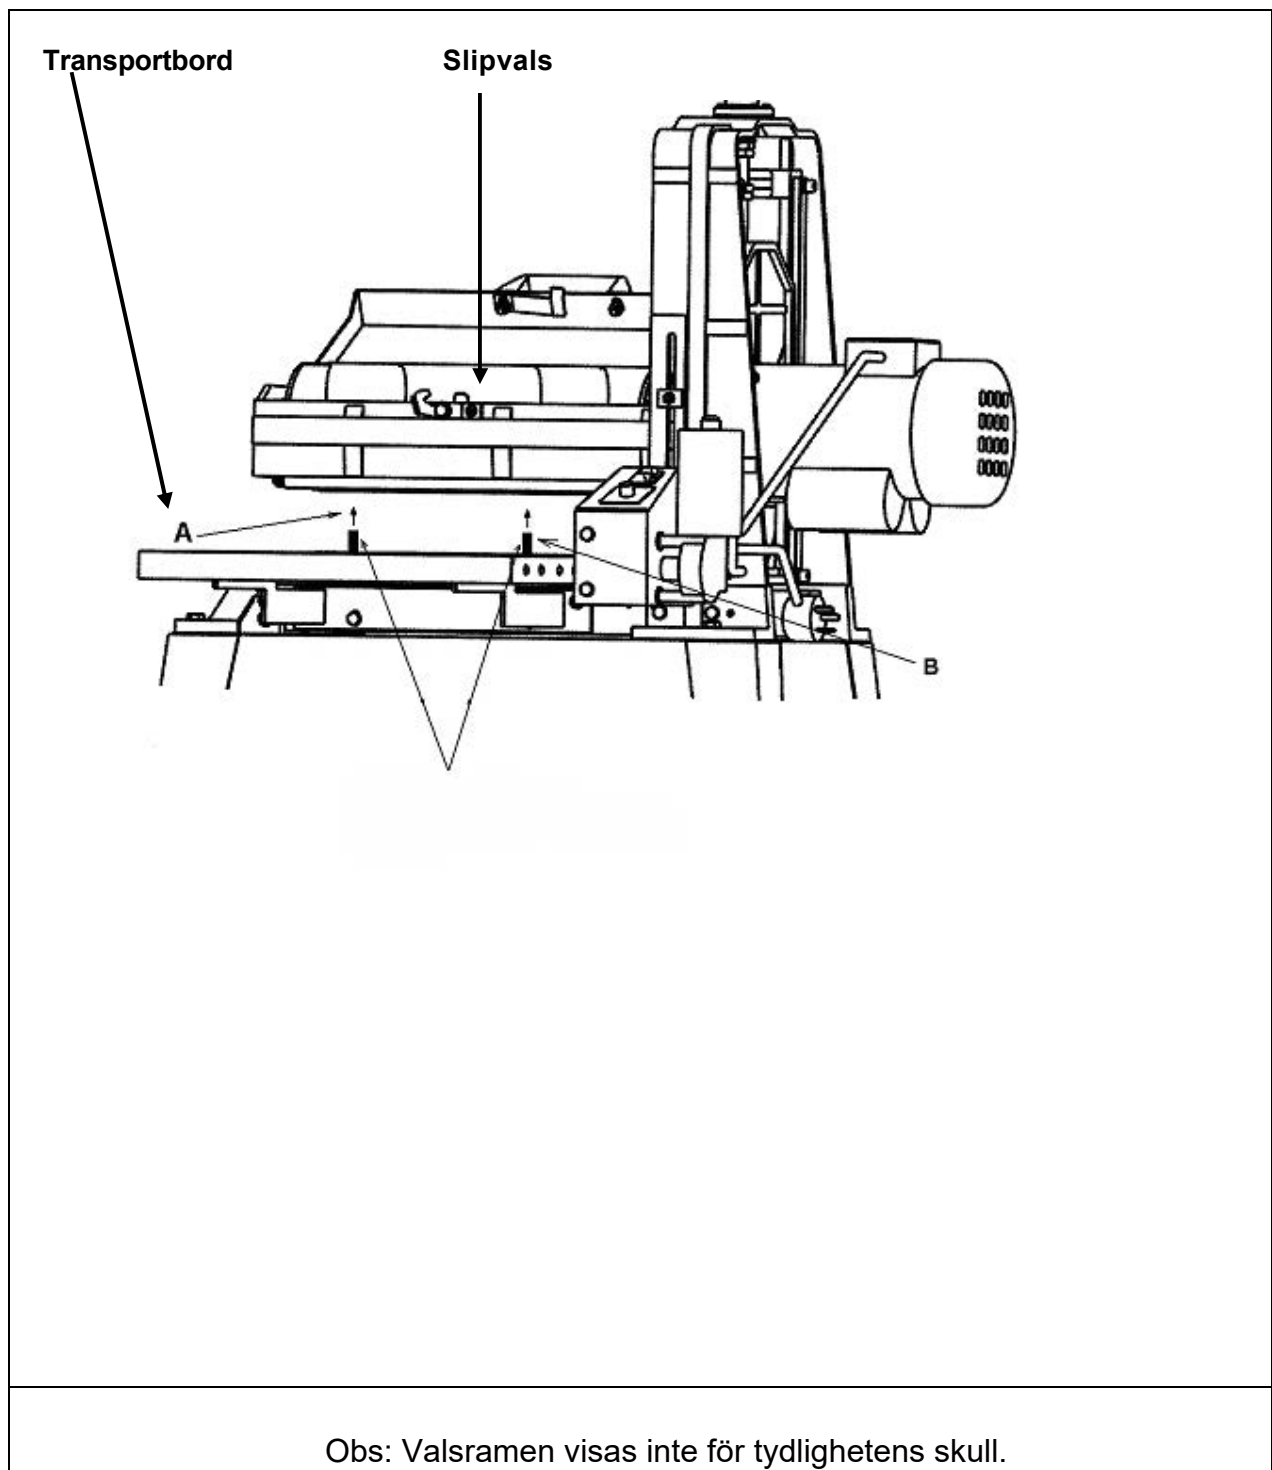

Fig 8
3. Kontrollera att slipvalsen är parallell med transportbordet genom att först ta bort slippappersremsan från valsen. Syftet är att få samma mått i punkt A och punkt B så att valsen ligger parallellt med matarbordet och ger jämn slipning. (Se fig 8)